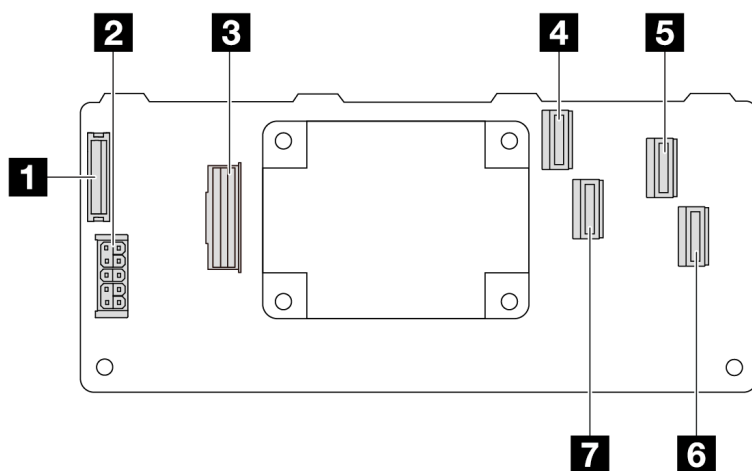

Figura 319. Adattatore RAID CFF 16i Gen 3 (quattro connettori di porta)
- Figura 319 "Adattatore RAID CFF 16i Gen 3 (quattro connettori di porta)" a pagina 358